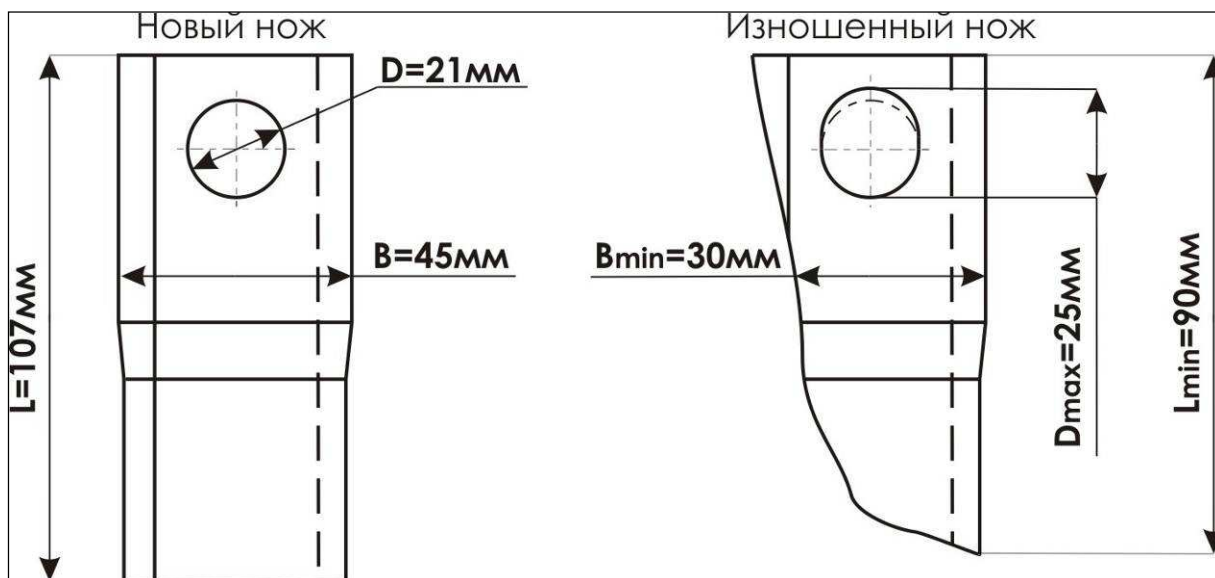

Рисунок 6.5 - Предельно допустимые размеры ножей
- ширина ножа менее 30 мм (рисунок 6.5) (мерить в 10 мм от края диска ротора);